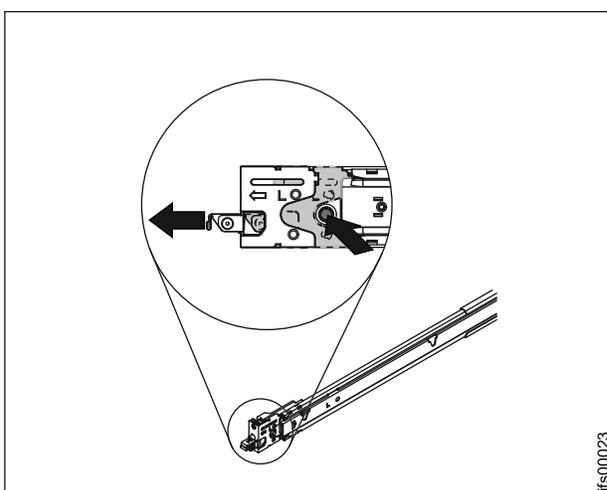

Figura 40. Instale a extremidade traseira dos trilhos deslizantes
5. Aperte o botão azul para permitir que a trava deslize para frente, como mostrado na Figura 40.